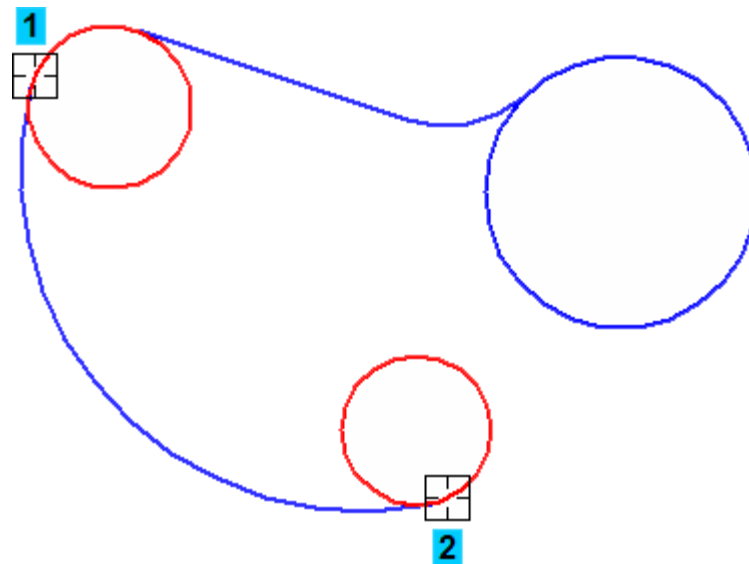

Рисунок 11.
- Для двух окружностей можно построить несколько вариантов сопряжений дугой заданного радиуса. Для построения нужного варианта укажите окружности приблизительно в точках касания (рис. 11).